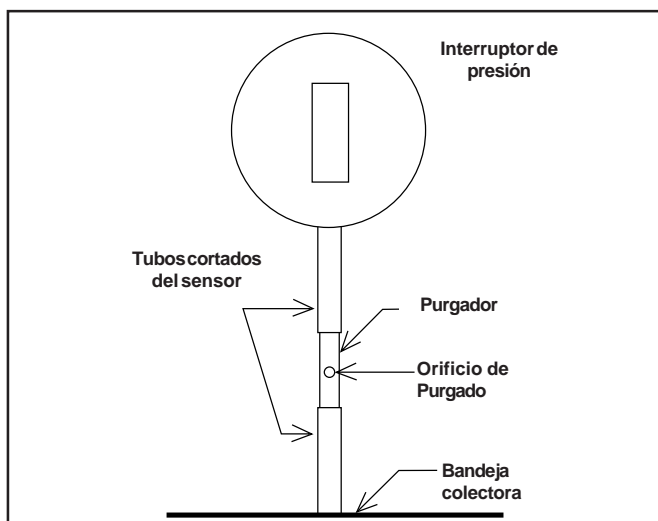

Figura 14. Instalación del tubo de sangrado de la G6RA
1. Separar el tubo de goma del sensor del interruptor de presión y del sensor de la bandeja colectora. Cortar 1/2 pulgada de un extremo del tubo, doblarlo por la mitad y cortar por la línea. Desechar la pieza de 1/2 pulgada. Seleccionar el purgador correcto, según la tabla proporcionada con el kit de salida de humos n° 903196, e insertarlo entre las dos piezas del tubo de goma. No taponar el agujero del purgador. Conectar de nuevo el conjunto en el sensor del interruptor de presión y en el sensor de la bandeja colectora. (Ver figura 14).